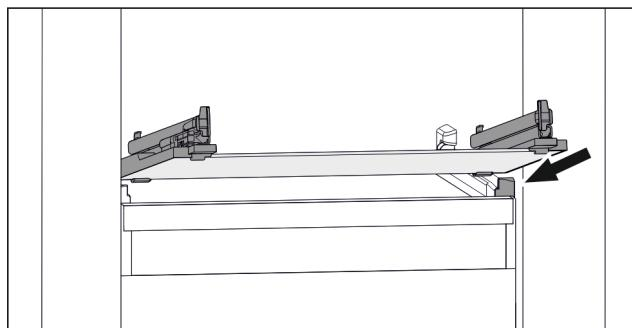

Fig. 117 Primjerni prikaz staklene ploče
- Stavite ladicu ukoso iza zaustavljača. (pogledajte Fig. 117)